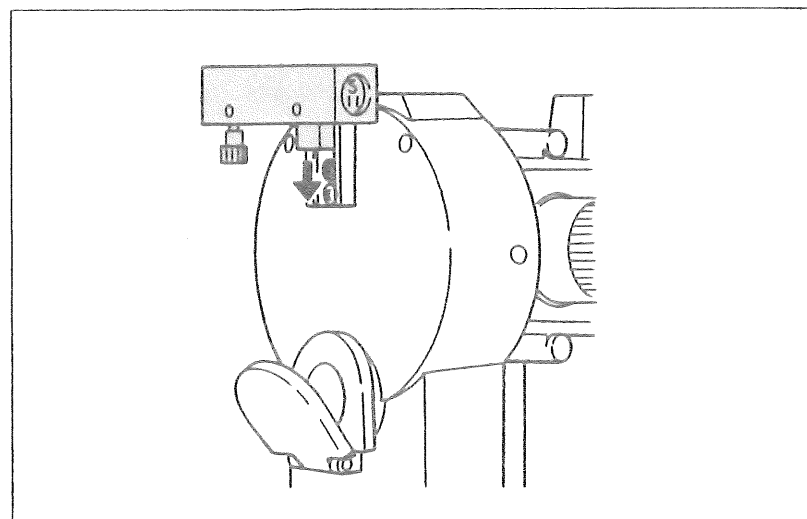
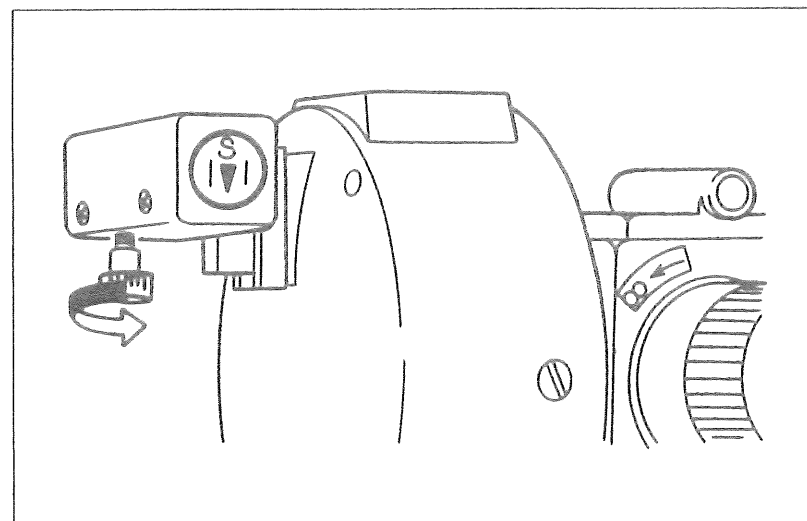

図35
図36
- ① 取付け座のアリ溝に差し込みます。(図35)
- ② 本機を整準し、望遠鏡を正の位置に構えます。
- ③ 磁針クランプを緩め、上盤を回して、磁針の先端をケース前面の2本の白線の中心に合わせます。(図36)